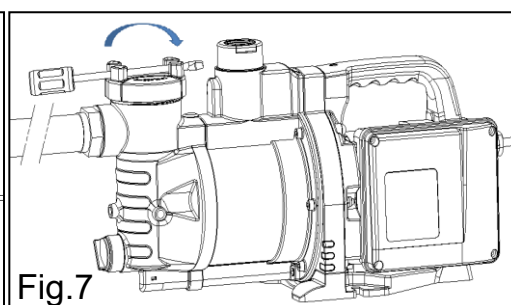

Fig.7
3. Izvadite šipku i zavrните poklopac filtra okretanjem u smjeru kazaljke na satu. Molimo provjerite je li nepovratni ventil u filtru neoštećen i može li se glatko pomicati te da brtva poklopca filtra nije prljava ili izgubljena u filtru (Fig.7).